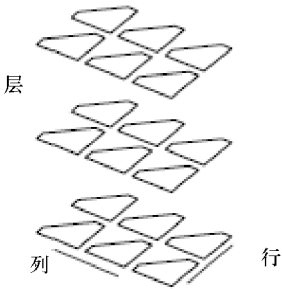

图 13-3 三维矩形阵列的行、列、层
- 3DARRAY 功能已替换成增强的 ARRAY 命令，除行数和列数外，用户还可以指定 Z 方向的层数，如图 13-3 所示。